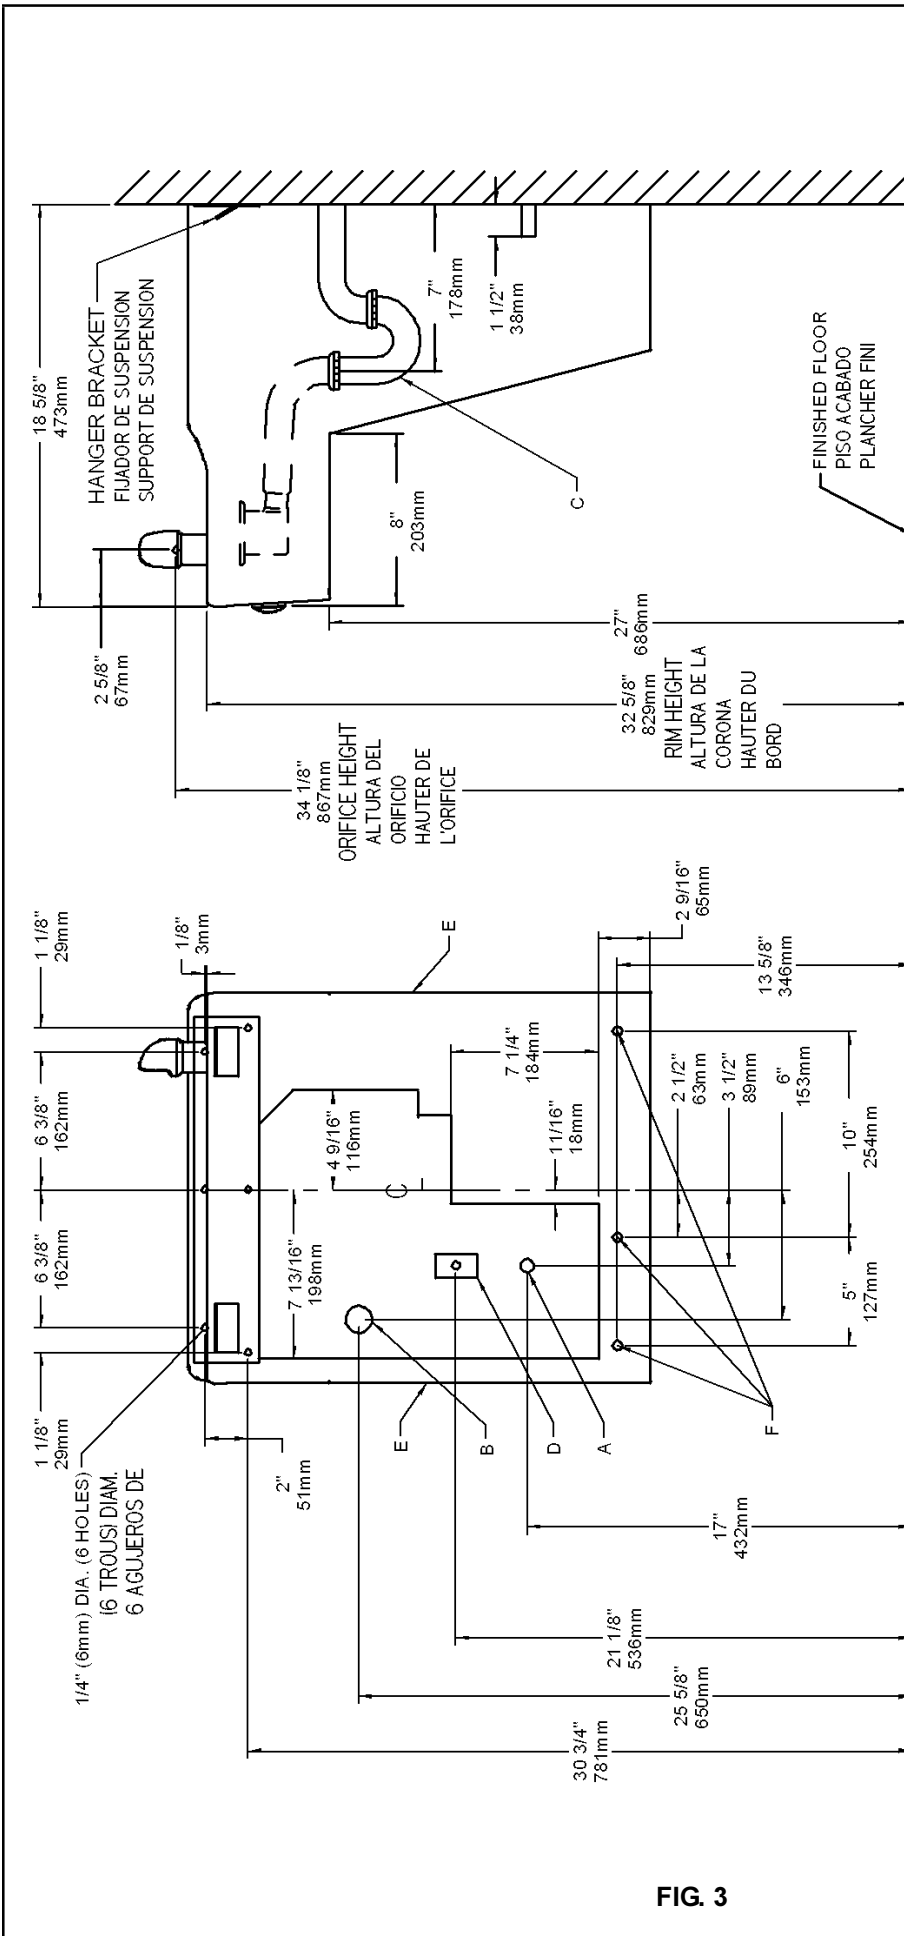

FIG. 3
- 1) Remove hanger bracket fastened to back of cooler by removing one (1) screw.
- 2) Mount the hanger bracket and trap as shown in Figure 3.
- 4) Hang the cooler on the hanger bracket. Be certain the hanger bracket is engaged properly in the slots on the cooler back as shown in Figure 3.
- 5) Loosen the two (2) screws holding the lower front panel at the bottom of cooler base and two (2) screws at the top. Remove the front panel and set aside.
- 7) Remove the slip nut and gasket from the trap and install them on the cooler waste line making sure that the end of the waste line fits into the trap. Assemble the slip nut and gasket to the trap and tighten securely. Recommend fastening cooler to wall using 7/16 bolt holes. (see fig.3, "F")
- 1) Quite el fijador de suspensión sujetados a la parte posterior del enfriador quitando un (1) tornillo.
- 2) Monte el fijador de suspensión y quite el purgador como se muestra en la Fig.3.
- 1) Retirez le support de suspension à l'arrière du refroidisseur en enlevant une (1) vis.
- 2) Installez le support et le siphon tel qu'indiqué à la fig. 3.
- 4) Installez le refroidisseur sur le support en vous assurant que ceux-ci sont bien installés dans les fentes à l'arrière du refroidisseur tel qu'indiqué à la figure 3.
- 5) Dégagez les deux (2) vis retenant le panneau inférieur avant au bas de la base du refroidisseur ainsi que deux (2) vis sur le dessus. Retirez le panneau avant et mettez-le de côté.